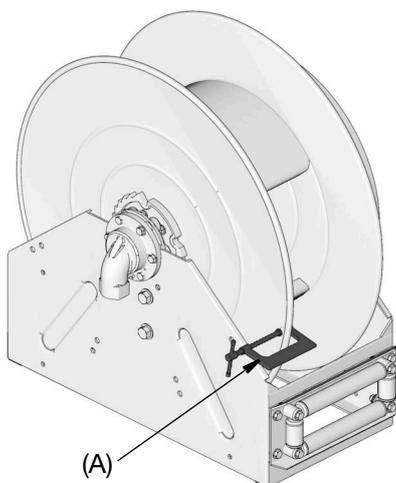

ABB. 17
3. Wie in ABB. 17 dargestellt eine Schraubzwinde (A) an der Aufrollerspule anbringen, um zu verhindern, dass sich der Aufroller unerwünscht löst und frei rotiert.